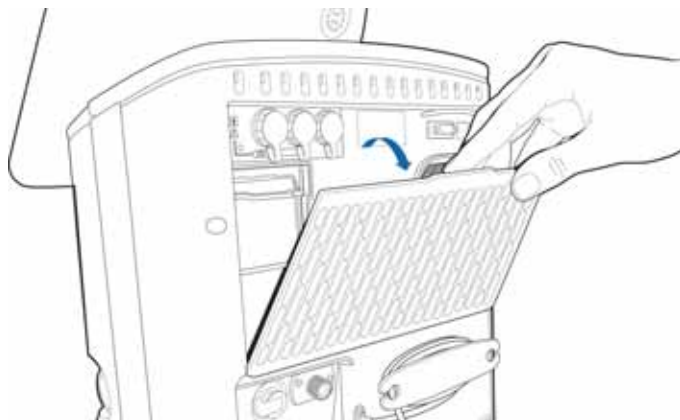

Figura 10-1. Rimozione del coperchio del filtro
7. Installare un filtro della ventola nuovo (Figura 10-1) o lavare il filtro esistente con una soluzione detergente delicata, risciacquare, asciugare e reinstallare il filtro.